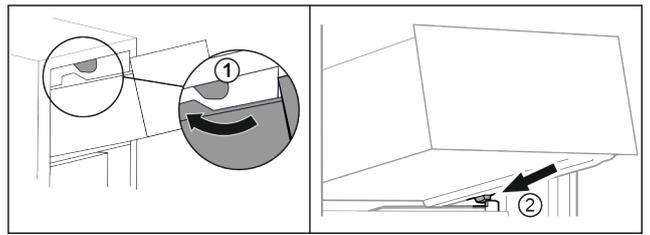

Fig. 28
- ▶ Far passare il cassetto sui fermi superiori. Fig. 28 (1)
- ▶ Applicare il cassetto inclinandolo dietro i fermi inferiori sulla nervatura del contenitore. Fig. 28 (2)